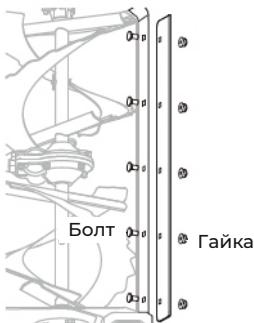

Рис. 15
1. Скребковая планка расположена в нижней части корпуса снегоочистителя. В процессе уборки снега планка может непосредственно касаться земли или камня, что приводит к износу. Извлеките аккумулятор и переверните снегоуборщик на бок. (рис.15)
2. С помощью шестигранного ключа открутите и снимите 5 гаек и шайб, расположенных под нижней частью корпуса. Снимите изношенную планку. (рис.15)